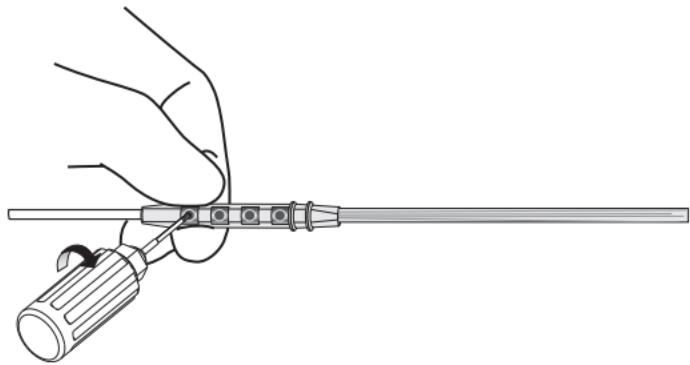

Figura 12. Serraggio delle viti di arresto con l'estensione saldamente in posizione ai lati del blocco connettore in corrispondenza di ciascuna vite di arresto.
4. Utilizzare il cacciavite torsiometrico per serrare le viti di arresto (facendolo ruotare in senso orario) in modo da completare il circuito elettrico. Stringere le viti di arresto tenendo ferma l'estensione ai lati del blocco connettore in corrispondenza di ciascuna vite di arresto. Avvitare fino a fare scattare il cacciavite torsiometrico almeno una volta (Figura 12).